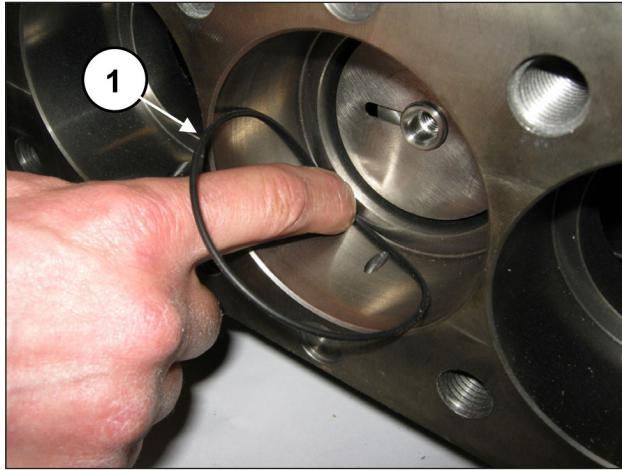

Fig. 172
Remova o O-ring do fundo do suporte do vedante, se não permanecer no interior do cárter da bomba (pos. ①, Fig. 172).